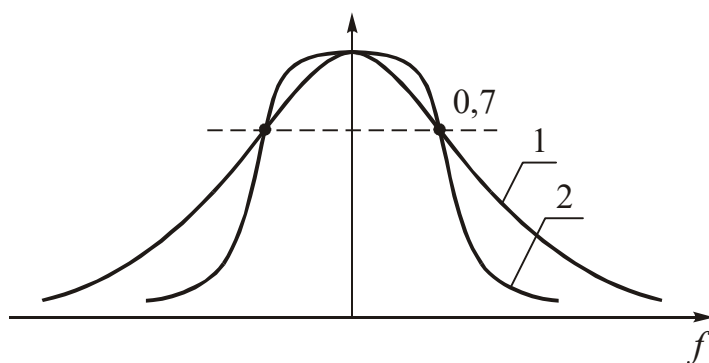

Рис. 1.3 Резонансные кривые: 1 – одиночного контура;
4. Эффективность применения связанных колебательных контуров удобно проиллюстрировать сравнением резонансной кривой связанных контуров и резонансной кривой одиночного контура при одинаковой полосе пропускания обеих систем (рис. 1.3)
Из анализа рис. 1.3. видно, что избирательность связанных контуров даже в случае одногорбой резонансной кривой выше, чем избирательность одиночного контура.